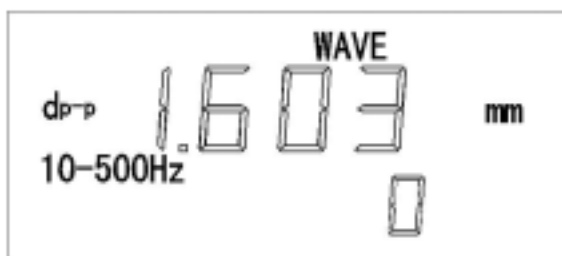

图 3-7
- 4.按 RUN/STOP 键,进入测量状态,这时测量结果显示在液晶屏上,见图 3-7;